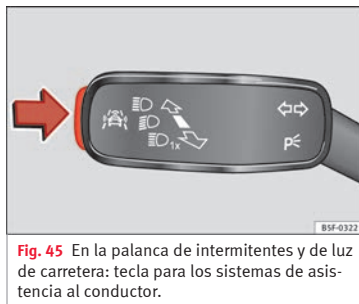

Fig. 45 En la palanca de intermitentes y de luz de carretera: tecla para los sistemas de asistencia al conductor.
- Pulse brevemente la tecla **» fig. 45** en la dirección de la flecha para abrir el menú **Asistentes**.